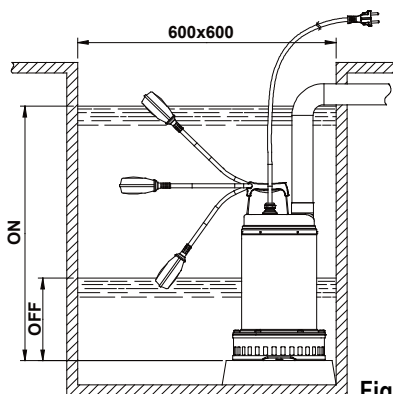

Fig.1
- 4.1 No caso em que o fundo do poço em que a bomba irá trabalhar apresente muita sujidade, é oportuno aprontar um suporte onde apoiar a bomba para evitar entupimentos (Fig.1).
2. Para a versão provida de interruptor de bóia, verificar que esta se possa mover livremente (VER O PARÁGRAFO: REGULAÇÃO DO INTERRUPTOR DE BÓIA). Prever poços de alojamento com as **dimensões mínimas** indicadas na Fig.1 O poço também deverá ser sempre dimensionado em relação à quantidade de água que chega e ao débito da bomba, de forma a não submeter o motor a um número excessivo de arranques.